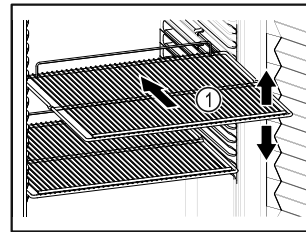

Fig. 38
- Indien de legroosters Fig. 38 (1) verplaatsbaar zijn, deze aan de hoogte aanpassen.